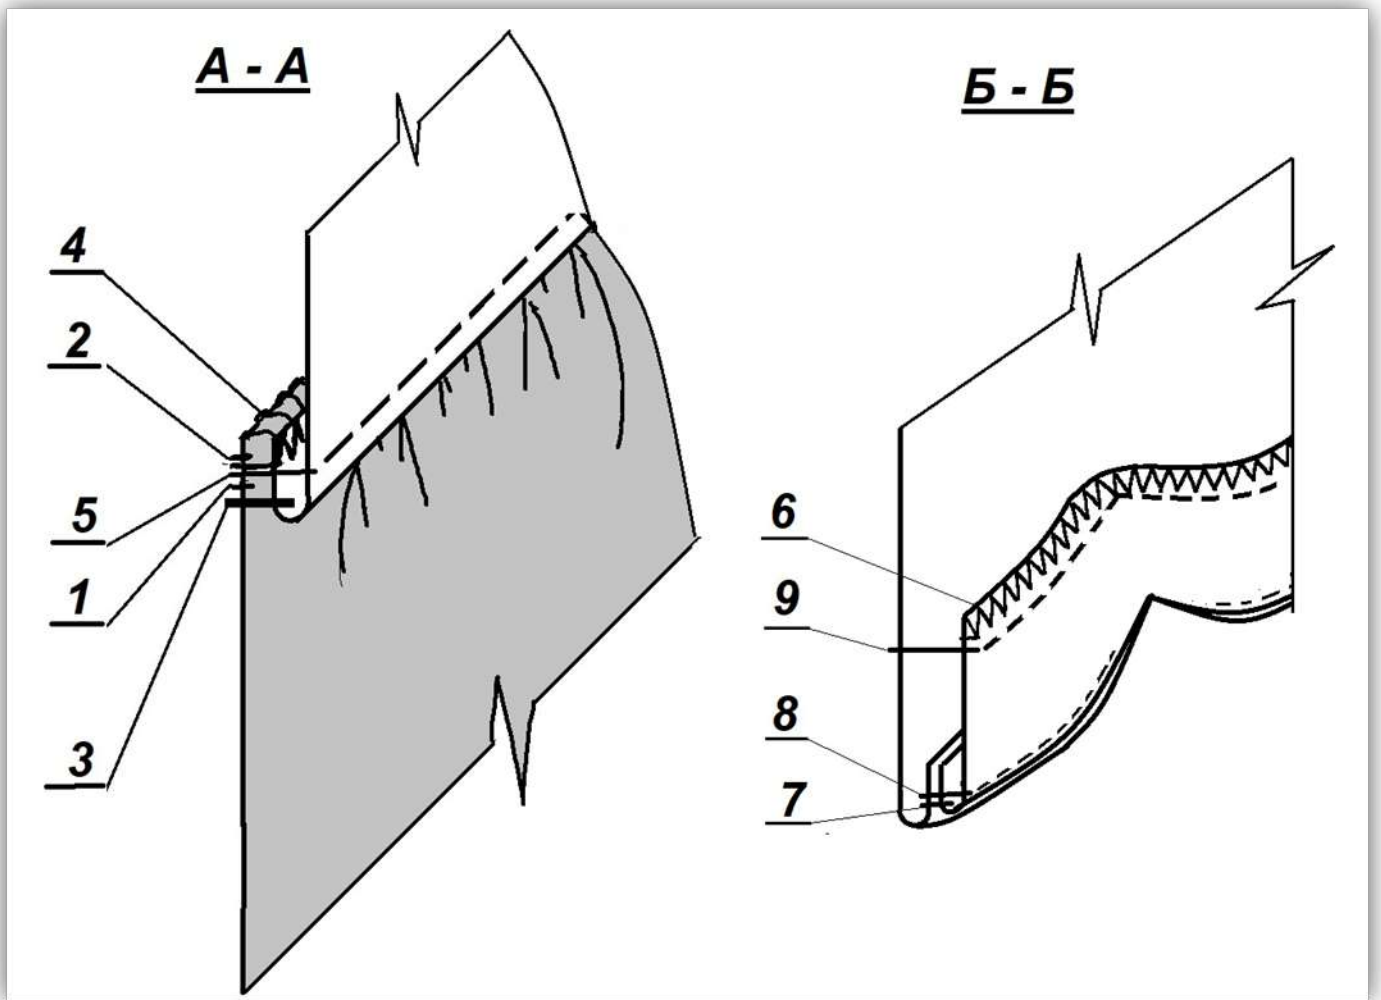

Рисунок 2 – Схема соединения кокетки и обработки низа ПШЮ
2) При пошиве можете воспользоваться рекомендованной технологической последовательностью изготовления, приведенной ниже (стр. 7), а также схемой обработки (стр. 8, рис. 2), или применить свой метод изготовления, не ухудшающий качество и полностью соответствующий заданному внешнему виду фрагмента модели женского платья.
1. Проложить две сборкообразующие строчки вдоль верхнего среза переднего полотнища юбки (ППЮ) на расстоянии 0,9 см (при ширине шва 1,0 см) и 0,5 см. Закрепку в конце строчек не выполнять, оставить нитки длиной примерно 10 см для стягивания строчки при формировании сборки (рис. 2, стр. 1 и 2)
4. Притачать кокетку к верхнему срезу ППЮ, совмещая надсечки, ш. шва 1,0 см, прокладывая строчку на расстоянии 0,1 см от сборкообразующей строчки (рис. 2, стр. 3)
5. Обметать шов притачивания кокетки к ППЮ (рис. 2, стр. 4)
7. Проложить отделочную строчку по кокетке вдоль шва притачивания на расстоянии 0,5 см (рис. 2, стр. 5)
8. Обметать внутренний срез обтачки низа ППЮ (рис. 2, стр. 6)
9. Обтачать срез низа ППЮ обтачкой, совмещая лицевые стороны (рис. 2, строчка 7), ширина шва 0,7 см.
10. Настрочить обтачку среза низа на шов обтачивания, не доходя до угла примерно 3 см. (рис. 2, строчка 8), ш. шва 0,1-0,2 см.
13. Проложить отделочную строчку вдоль низа ППЮ на расстоянии 2,5 см (рис. 2, стр. 9)